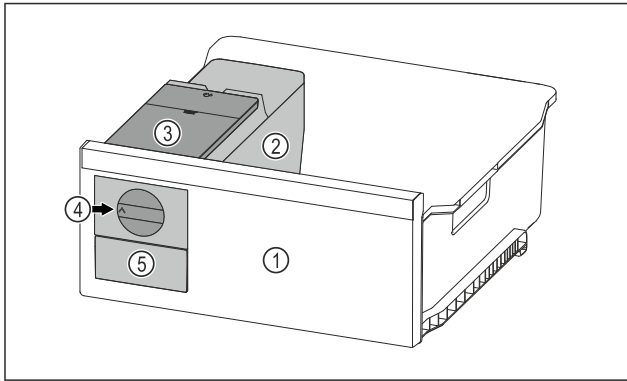

Fig. 104 Beispielfreige Darstellung
- Drehknopf Fig. 104 (4) im Uhrzeigersinn bis zum Anschlag drehen.
► Eiswürfel fallen aus der Eiswürfelschale in das Eiswürfelschubfach Fig. 104 (5).